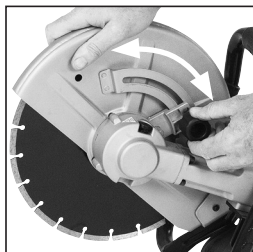

FIG. 6
- Desserrez le bouton de blocage du carter de disque et faites pivoter le carter dans la position souhaitée. **(FIG. 6)**